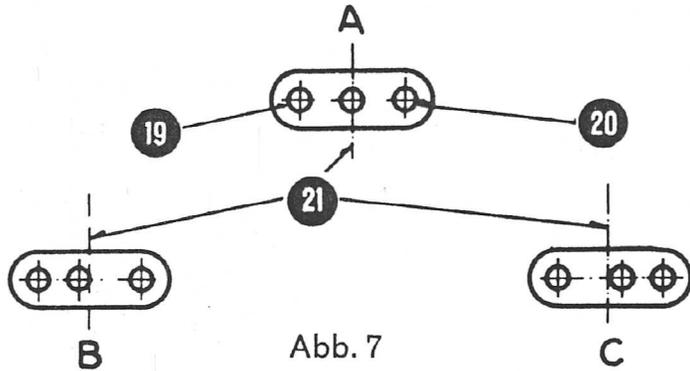
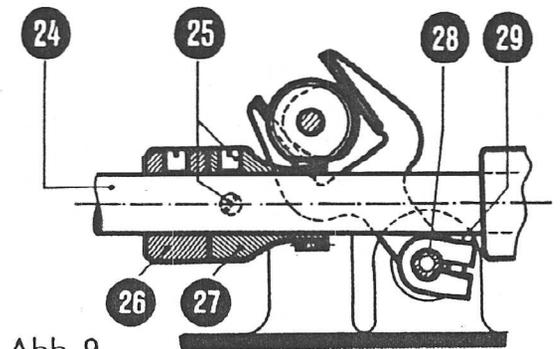

Abb. 7
Abb. 9
- (19) – linker Einstich
- (20) – rechter Einstich
- (21) – Einstich Mitte
Zu 2: Unter der Verteilung der Nadel im Stichloch (Abb. 7) versteht man das richtige Einstechen der Nadel im Stichlochschlitz. Beim grössten Nadelausschlag muss der Abstand der Nadel von der Stichlochkante auf beiden Seiten des Stichloches gleich sein. Die Einstellung erfolgt dadurch, dass zunächst der Stichbreitenverstellknopf (18) auf den grössten Ausschlag eingestellt und die Klemmschraube (29) für die Zickzackgabel gelöst wird. (Siehe Abb. 9).
Die Einstellung erfolgt durch Verdrehen des auf der Ständerwelle (24) sitzenden Schraubenrades (27) (Abb. 9). Zu diesem Zweck werden die beiden Befestigungsschrauben (25) gelöst und das Schraubenrad (27) unter Anschieben an den daneben liegenden Stellring (26) soweit verdreht, bis die richtige Einstellung erreicht ist. Verdreht man das Schraubenrad in der Laufrichtung der Maschine, dann erfolgt die Seitwärtsbewegung der Nadel (33) früher. Verdreht man es in der entgegengesetzten Richtung, dann erfolgt sie später.